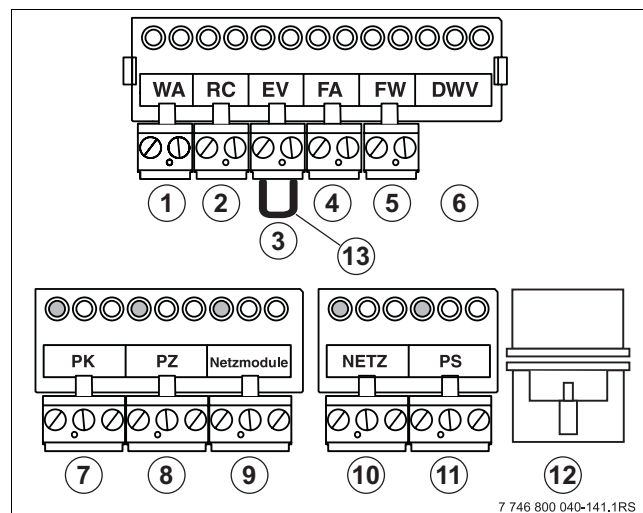
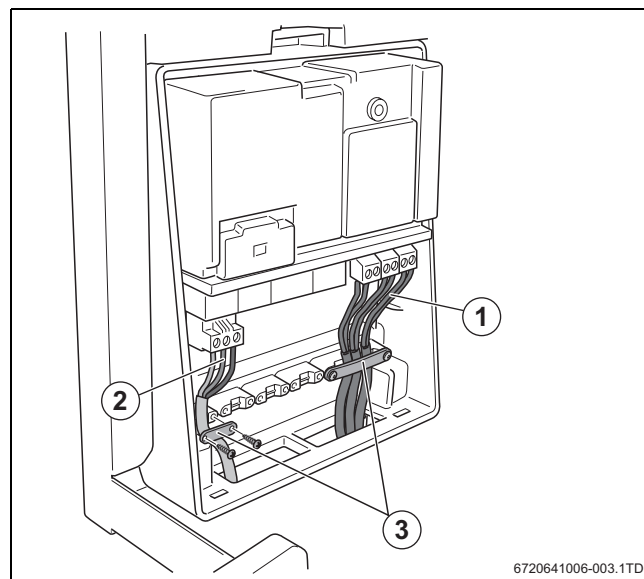

Рис. 30 Клеммная коробка и клеммная планка
Рис. 36 Подключение модуля
- ▶ Подсоедините пульт управления RC20, RC30/RC35 к оранжевой клемме RC (→ рис. 30, [2]). Для этого используйте двухжильный провод сечением по 0,4 - 0,75 мм².
- ▶ Подключите системы управления к оранжевой клемме RC (→ рис. 30, [2]). Для этого используйте двухжильный провод сечением по 0,4 - 0,75 мм².
- ▶ Подключите свободный сетевой провод 230 В переменного тока к функциональному модулю (→ рис. 30, [9] и рис. 36, [3]). Если применяются нескольких модулей, то электропитание 230 В переменного тока следующего модуля отводится от первого модуля. Используйте провод, поставляемый с модулем (→ рис. 1, [8], стр. 6) [9].
- ▶ Закрепите провода фиксаторами (→ рис. 36, [3]).
- ▶ Подключите беспотенциальный температурный регулятор вкл/выкл к клеммам WA (→ рис. 30, [1]). Максимально допустимое сопротивление этой цепи составляет 100 Ω. Для этого используйте двухжильный провод сечением по 0,4 - 0,75 мм².